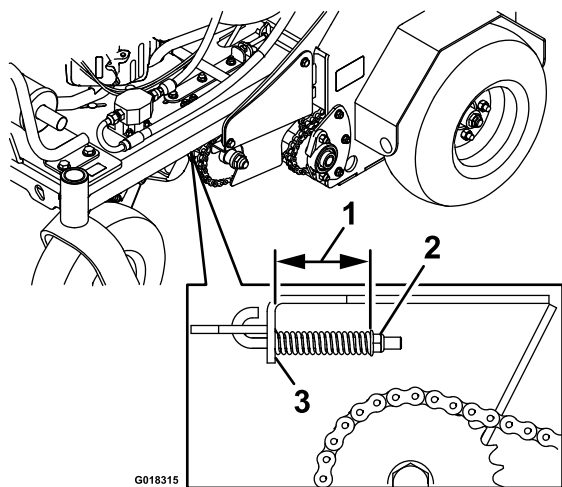

Figure 18
2. Mesurez la longueur du ressort de l'intérieur du support de poulie de tension à l'intérieur de l'écrou à embase, comme illustré à la Figure 18.
3. Mesurez la longueur du ressort de l'intérieur du support de poulie de tension à l'intérieur de l'écrou à embase, comme illustré à la Figure 18. Réglez la longueur du ressort à 60 mm.